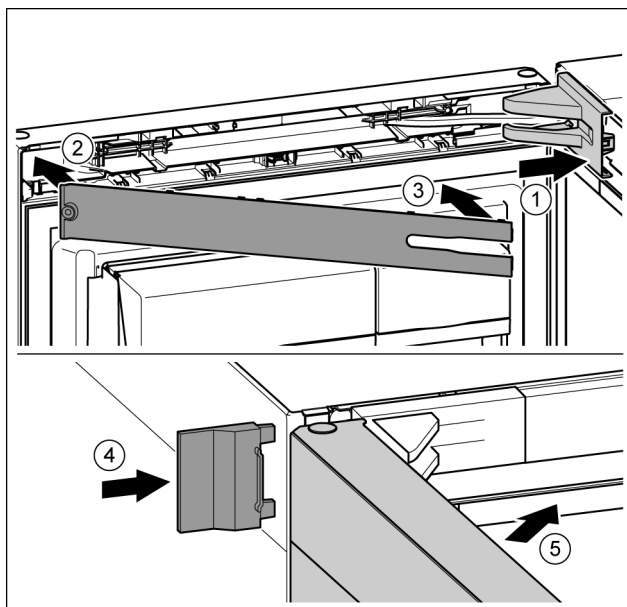

Fig. 43
- Coloque y encaje la cubierta del soporte de cojinete; dado el caso, separe con cuidado. Fig. 43 (1)
- Coloque el panel. Fig. 43 (2)
- Gire hacia dentro y encaje el panel. Fig. 43 (3)
- Desplace la cubierta exterior. Fig. 43 (4)
- Cierre la puerta superior. Fig. 43 (5)